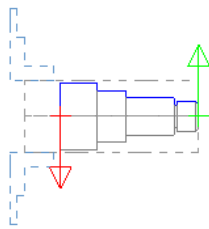

图 8.11.3 选取加工轮廓
Step2. 定义加工轮廓。在图形区中选取图 8.11.3 所示的轮廓线（中心线以上的部分，操作可参见随书光盘中的视频），然后单击 按钮，系统弹出图 8.11.4 所示的“车削筒式粗车 属性”对话框。